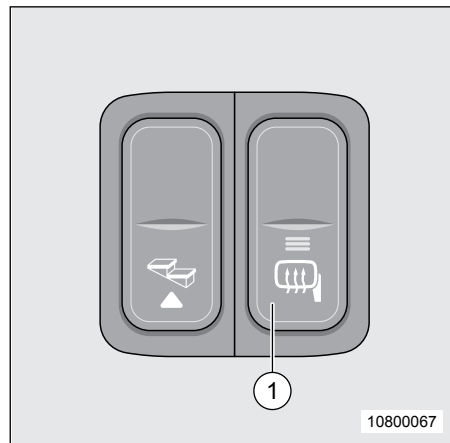

Fig. 26 Commutateur du chauffage du rétroviseur
- Pousser l'interrupteur à bascule (Fig. 26, Pos. 1) vers le bas
- Pousser l'interrupteur à bascule (Fig. 26, Pos. 1) vers le haut.